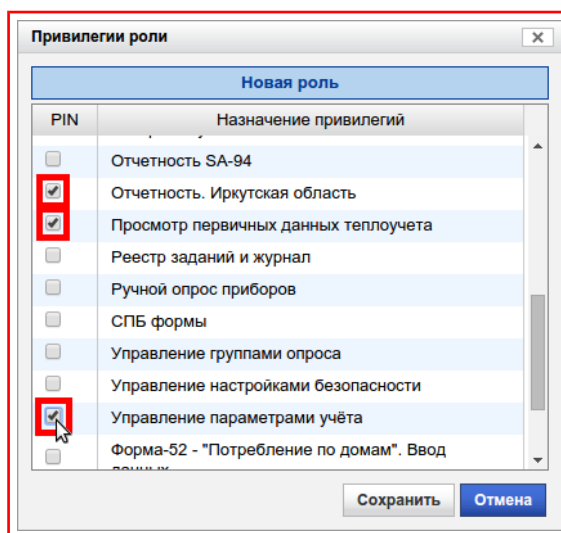

Рисунок 9.8 — Диалоговое окно «Привилегии роли»
- 3) В появившемся диалоговом окне выбрать необходимые привилегии. Для этого нужно установить флаг в столбце **«PIN»** напротив привилегии, рисунок 9.8;